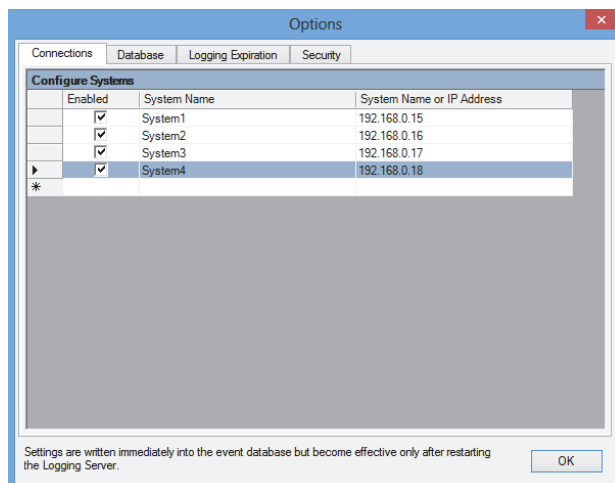

figure 58.9 : Suppression d'un système (1)
- 1 Cliquez dans la zone devant la rangée contenant le système. Exemple : *System 4* (voir figure 58.9).